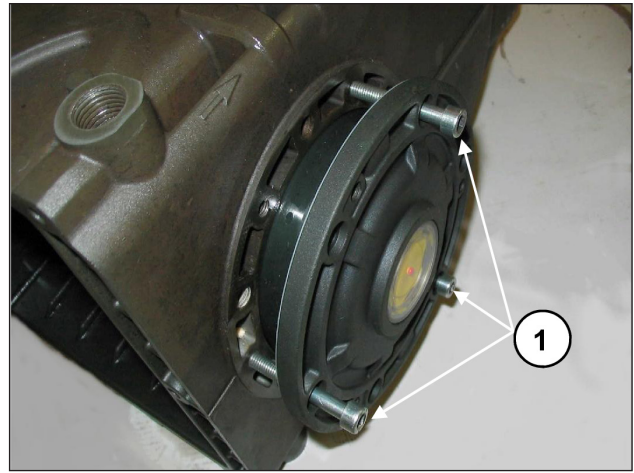

Fig. 8
Pour faciliter l'insertion du premier tronçon et donc l'insertion des couvercles sur le carter, il est conseillé d'utiliser 3 vis M6 x 40 partiellement filetées (Fig. 8, rep. ①) pour ensuite compléter l'opération avec les vis fournies (M6x16).
Pour l'assemblage des deux couvercles latéraux au carter, on peut utiliser 3 vis M6x40 pour une première phase d'orientation, comme préalablement indiqué (Fig. 8), et les vis prévues pour la fixation finale.